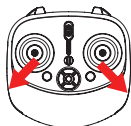

Figure 1: Arrêt d'urgence
- 1. Arrêt d'urgence:** En cas de collision ou de perte de contrôle vous devez arrêter immédiatement les moteurs du drone. Orientez simultanément les joysticks en diagonale vers l'extérieur pour couper les moteurs (Figure 1).